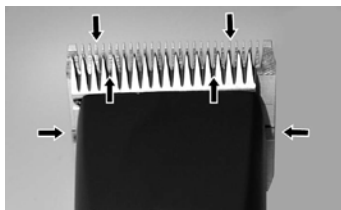

Fig. 21
Para conseguir un buen resultado de esquila y para alargar la duración de la esquiladora, es imprescindible aplicar una fina capa de aceite sobre las cuchillas superior y inferior (Fig. 21).
- ▶ Lubrique los peines suficientemente durante el esquila (como mínimo cada 15 minutos), para que no marchen en seco (Fig. 21).
Es necesario lubricar los peines antes, durante y después de cada uso. Si los peines dejan rayas o se desaceleran, es una señal segura que necesitan aceite. Aplique algunas gotas de aceite de frente y lateralmente de los peines (flechas Fig. 21). Quite el aceite sobrante por un pañuelo suave y seco. Aerosoles lubricantes no contienen suficientemente aceite para una buena lubricación, pero son convenientes para la refrigeración de los peines. Cambie de inmediato peines dañados o dentados a fin de evitar heridas.